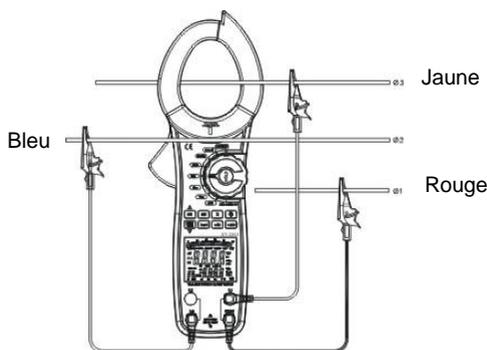

Figure 15
- Lorsqu'on effectue une mesure triphasée de trois conducteurs, maintenez appuyée la touche SEL pendant 5 secondes et le mesureur montrera **303W**, appuyez sur la touche SEL à nouveau pendant 5 secondes pour sortir de la phase triphasée de 3 conducteurs, connectant le mesureur comme sur la figure 15.
Sur la figure 15 $\Sigma W = W2 + W3$.